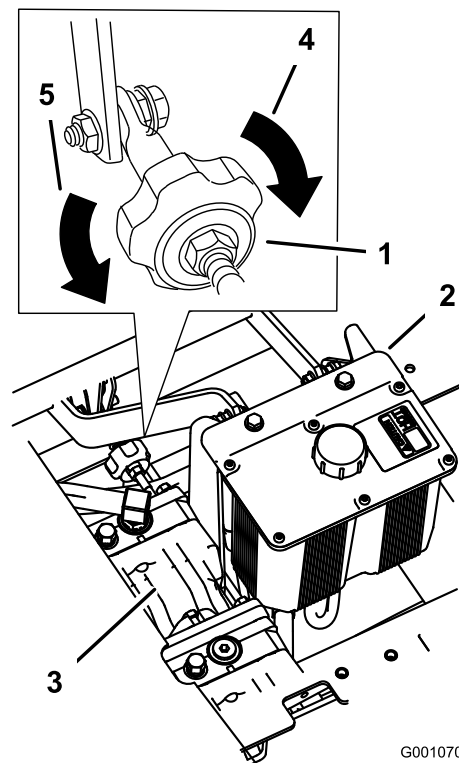

Figure 42
4. Pour que la machine tire à droite, tournez le bouton vers la droite de la machine (voir Figure 42).
5. Pour que la machine tire à gauche, tournez le bouton vers la gauche de la machine (voir Figure 42).